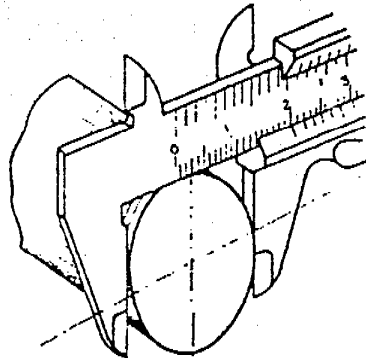

Figura 13
- d. Verifique con el calibrador vernier, el diámetro obtenido en el rebaje (Figura 13).